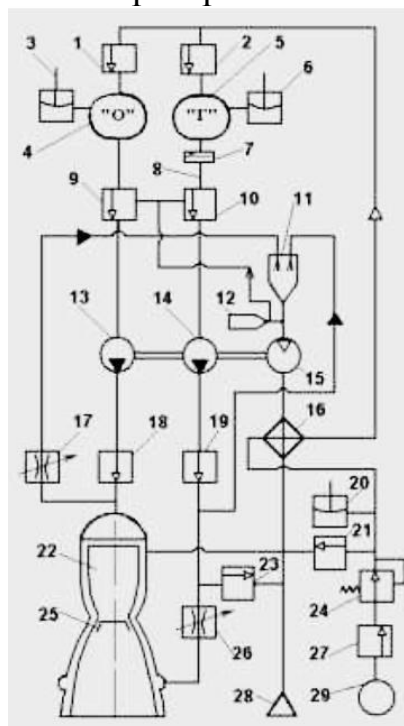

Рисунок 1
8. Чем на схеме (рисунок 1) производится наддув баков?